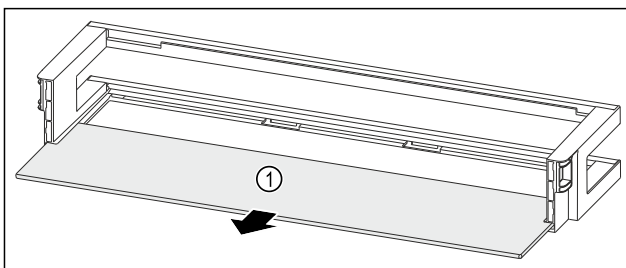

Fig. 130 Türabsteller mit Abstellfläche
- ▶ Abstellfläche Fig. 130 (1) entnehmen.